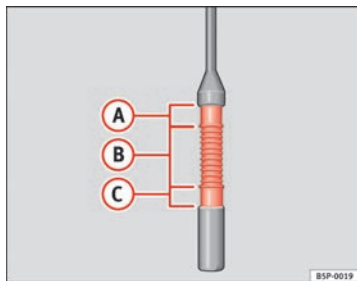

Fig. 158 Varilla de medición del nivel de aceite.
- A continuación, vuelva a extraerla y compruebe el nivel de aceite ⇒ fig. 158. En caso necesario, reponga aceite del motor.